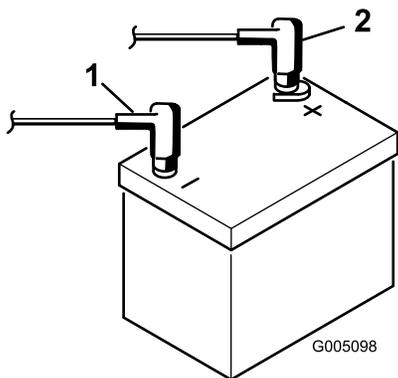

图8
9. 使用螺栓和螺母将正极红色接线连接到正极 + 电池端子负极黑色接线连接到负极 - 电池端子图8。将橡皮套滑动到正极电池端子上防止可能发生的短路情况。